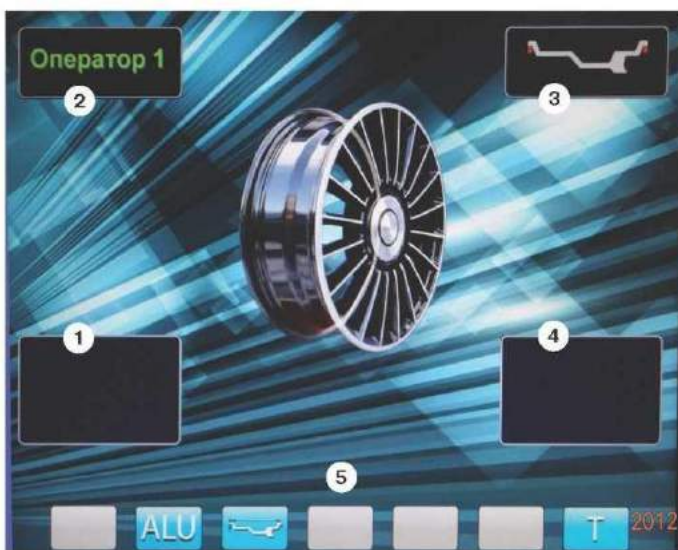
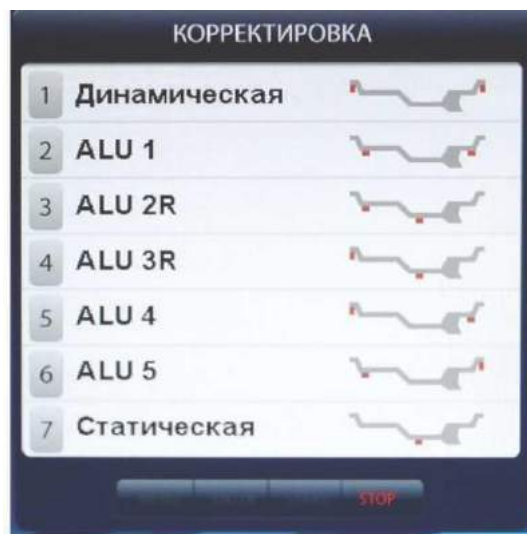

рис.8.2.
рис.11.3.
8.3. После включения питания СБ на экране монитора отображается фирменная заставка, которая через несколько секунд сменяется отображением экрана основного рабочего режима (рис. 8.2).
Для выбора схем расположения грузов в программах «ALU1-ALU5» необходимо, находясь в режиме основного рабочего экрана, нажать кнопку «ALU», при этом открывается окно схем установки грузов, отмеченных номерами рис.11.3. Если после введения размеров колеса установился экран ввода геометрических параметров, необходимо перейти в экран основного рабочего режима нажатием кнопки «STOP». Для выбора нужной схемы нажмите кнопку верхнего ряда клавиатуры с соответствующим номером. Выбранная схема установки грузов отображается в окне 3 экрана основного рабочего режима (рис. 8.2).
12.2. При включении СБ программа измерения дисбаланса настраивается таким образом, что дисбаланс менее 5г (заводская установка) на любой плоскости коррекции не показывается, в этом случае в окнах 1 и 4 (рис. 8.2)
12.3.4. Для проверки результатов балансировки снова запустите СБ. Если колесо отбалансировано правильно, на индикаторах 1 и 4 (рис. 8.2.) отображаются символы «ОК».